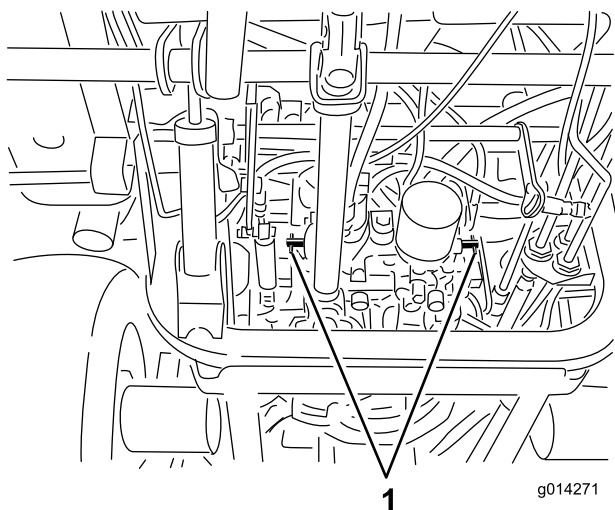

図 34
4. 各バイパス・バルブを左回りに1回転させる (図 34)。
各バイパス・バルブを右回りに1回転させ、手で普通に締めてください (締め付けトルクで約  $8 \text{ N}\cdot\text{m}$  ( $0.8 \text{ kg}\cdot\text{m}$ )) (図 34)。